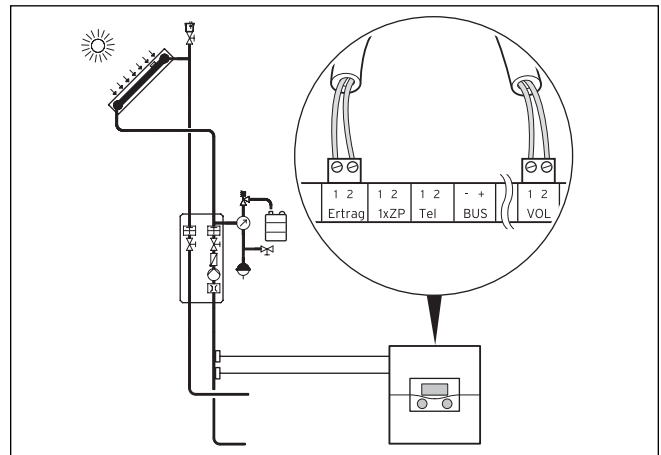

Fig. 5.43 Collegamento della sonda di ritorno
- Cablare la sonda di ritorno e l'unità di misurazione della portata nel circuito solare (sonda standard VR 10 come accessorio) come illustrato nella fig. 5.43.